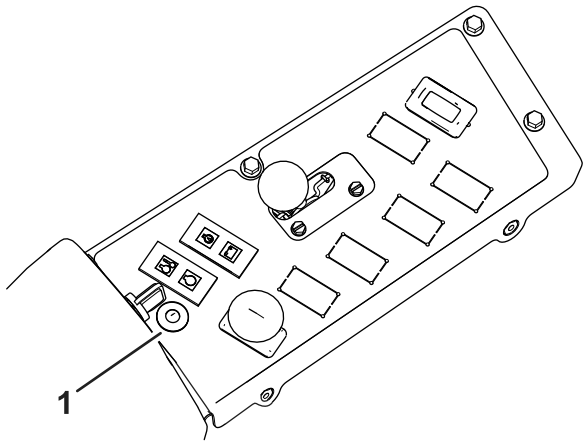

Figura 11
A. Luz LED de la consola (Figura 11):
- i. La luz LED (Figura 11) parpadea mientras se calibra el sensor.
La luz y la alarma indican la naturaleza de la pendiente (Figura 11):